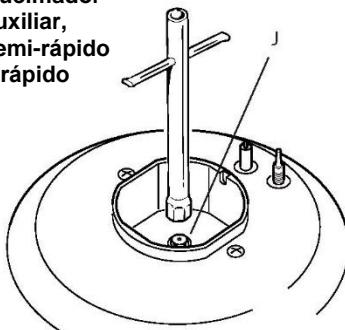

Fig. 2.2a
- Usando uma chave, substitua os injetores "J" (fig. 2.2a, 2.2b, 2.2c) pelos mais adequados para o tipo de gás para o qual deve ser usado.